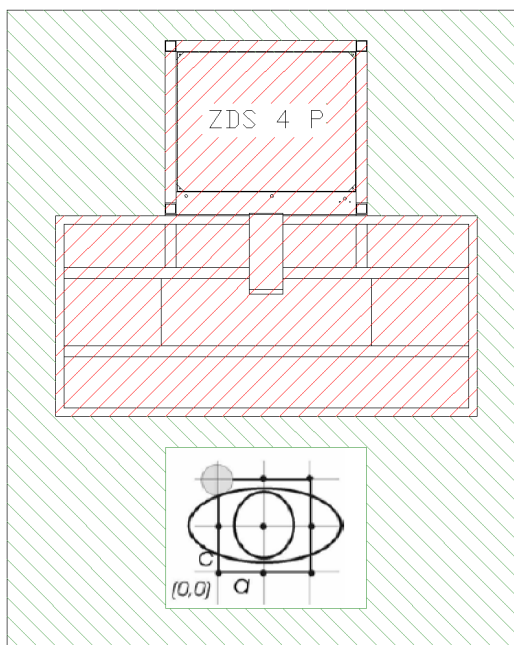

Рис. 8. Требуемая рабочая зона для оператора во время работы после запуска машины (зеленый цвет)
- Во время обслуживания машины оператор должен находиться исключительно в определенной зоне вокруг машины, представленной на Рис. 8.